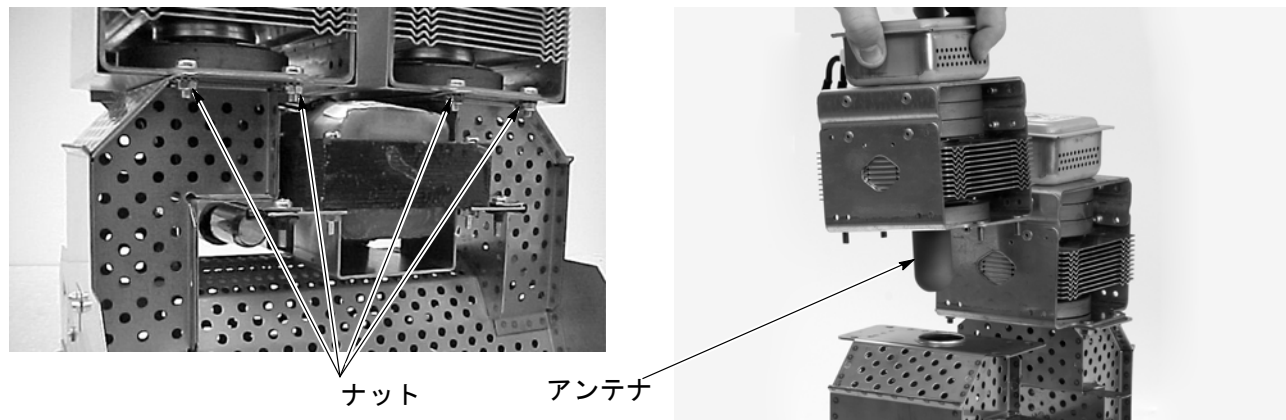

図 6-19 マグネトロンの取外し
4. 図6-19を参照。各マグネトロンをウェーブガイドに固定している4個のナットを取外します。マグネトロンを取外します。ナットは再使用のために脇へ置きます。